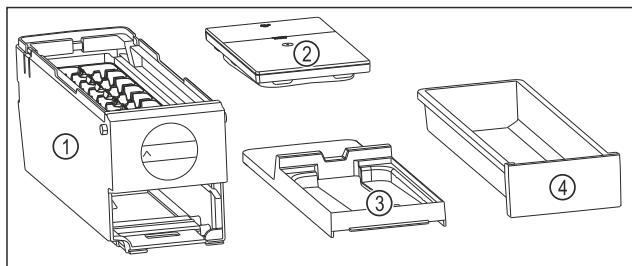

Fig. 81 Części dla EasyTwist-Ice
- ▶ EasyTwist-Ice jest rozłożony na cztery części. (patrz Fig. 81)
- ▶ Należy demontować EasyTwist-Ice wyłącznie na przedstawione części. (patrz Fig. 81)
- ▶ Czyścić korpus EasyTwist-Ice Fig. 81 (1) w całości.